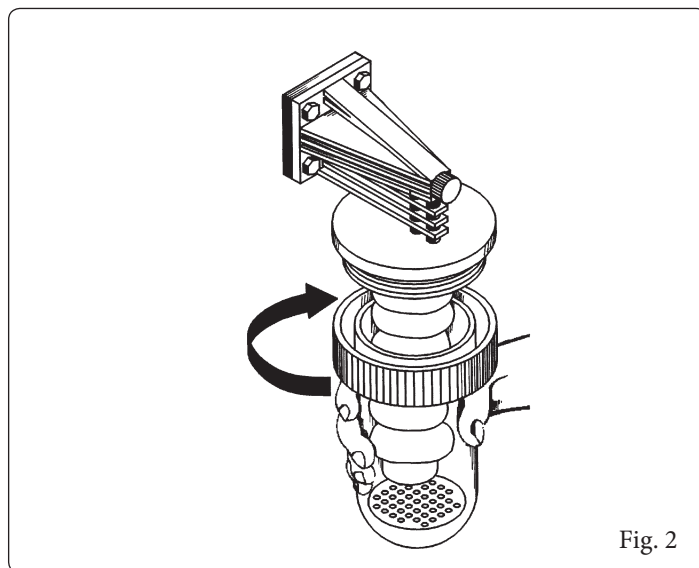

Fig. 2
Chiudere la valvola di intercettazione acqua fredda (12). Aprire un rubinetto di acqua calda più vicino per togliere pressione all'interno del circuito acqua sanitaria e svitare la coppa (fig. 2).